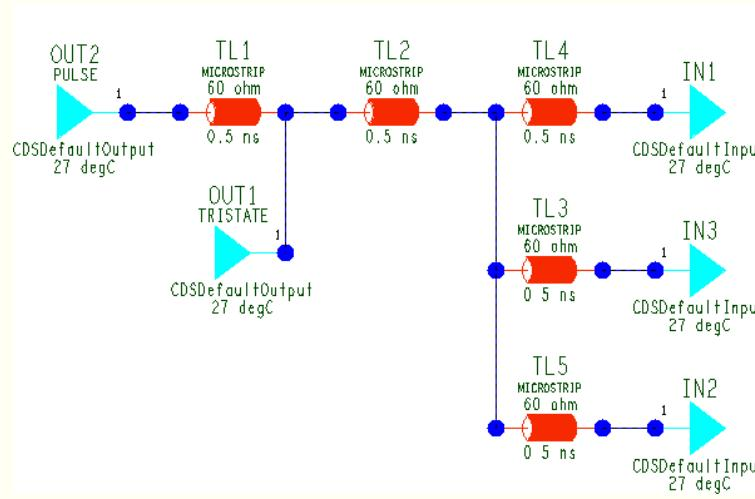

图 2-13 Far End Cluster 拓扑结构图
2.3.2.10.6 Far End Cluster 拓扑 如图 2-13 所示，不同的是最后一个 Driver PIN 和 Receive PIN 以 T 结点的方式连接，不直接连接到引脚上。